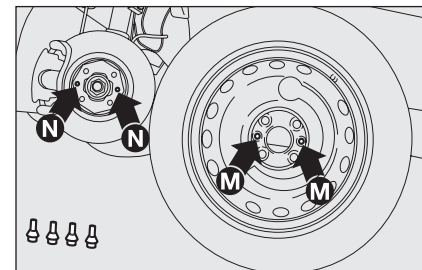

fig. 13
- monter la roue compacte en faisant coïncider les trous **M-fig. 13** avec les pions de centrage **N-fig. 13** correspondants;